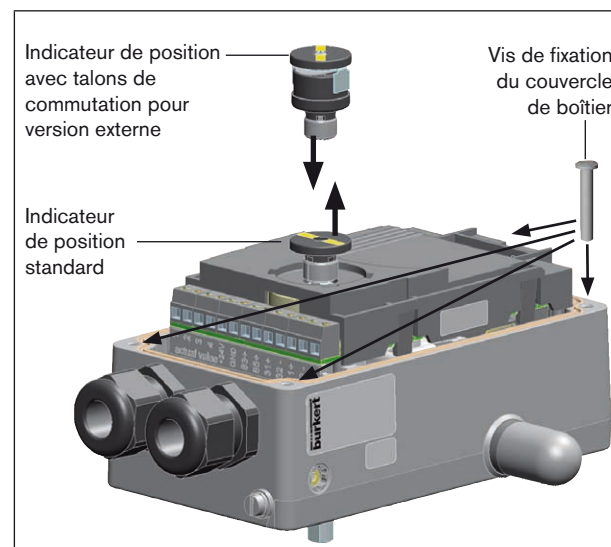

Fig. 1: Remplacer l'indicateur de position
- Retirer l'indicateur de position standard de la broche (voir Fig. 1:).
- Faire glisser l'indicateur de position avec les talons de commutation pour l'indicateur externe de position sur la broche jusqu'en butée (voir Fig. 1:).